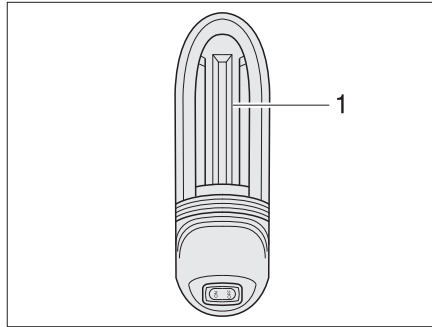

Bild 369 Garagebelysning
- Skjut lampans skydd (Bild 369,1) uppåt och ta av det.